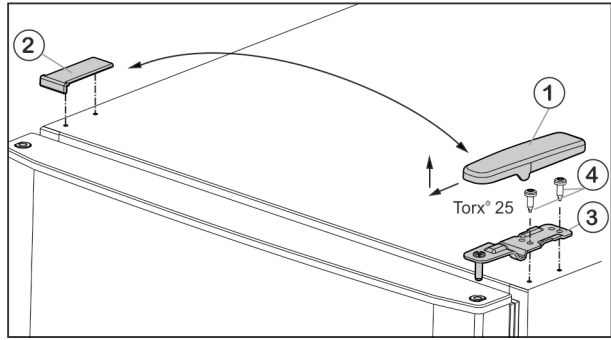

Fig. 5
- ▶ Потяните крышку Fig. 5 (1) вперед и вверх.
- ▶ Снимите крышку Fig. 5 (2).
- ▶ Открутите верхний опорный кронштейн Fig. 5 (3) (2 шт. Torx® 25) Fig. 5 (4) и вытяните вверх.
- ▶ Установите верхний опорный кронштейн Fig. 5 (3) на новой стороне шарнира и защелкните в дверце.
- ▶ Привинтите верхний опорный кронштейн (с моментом 4 Нм) (2 шт. Torx® 25) Fig. 5 (4). При необходимости используйте аккумуляторный шурупверт.
- ▶ Наденьте и защелкните крышку Fig. 5 (1) на противоположной стороне снаружи.
- ▶ Также наденьте сверху и защелкните крышку Fig. 5 (2) на противоположной стороне.